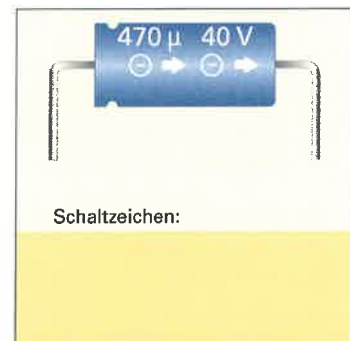

Bild 2: Elektrolytkondensator
5. a) Ergänzen Sie im **Bild 2** das Schaltzeichen.